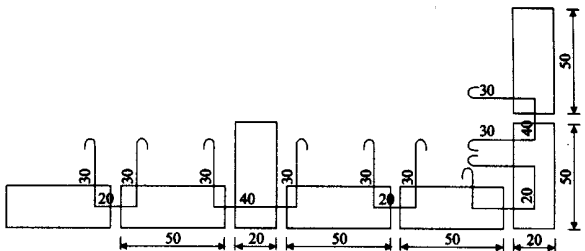

图 1 细石砼浆砌料石镜面平面图(单位:cm)
- 4) 为美观,勾凹缝,缝宽 3 cm,缝深 2 cm,在小石子砼凝固前将缝勾好。如不能按时将缝勾好,也应在小石子砼凝固前将缝扩深,为以后勾缝作准备。见图 1。
- 6) 见图 1:填芯片石砼的施工与普通片石砼施工相同,接近镶面石处的混合料,卸放和振捣应注意勿使镶面石移动,水平施工缝处应注意预埋石笋,以加强上下两层的结合,在镶面石与内芯砼的连接钢筋处浇筑砼时,应使钢筋水平。